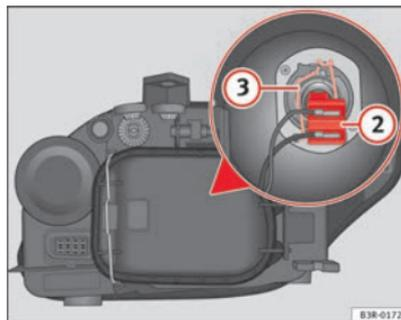

Fig. 194 Médios
- Retire a ligação ⇒ Fig. 194 ② da lâmpada, puxando-a.
- Desengate a mola de fixação ⇒ Fig. 194 ③ pressionando-a para dentro e para a direita.